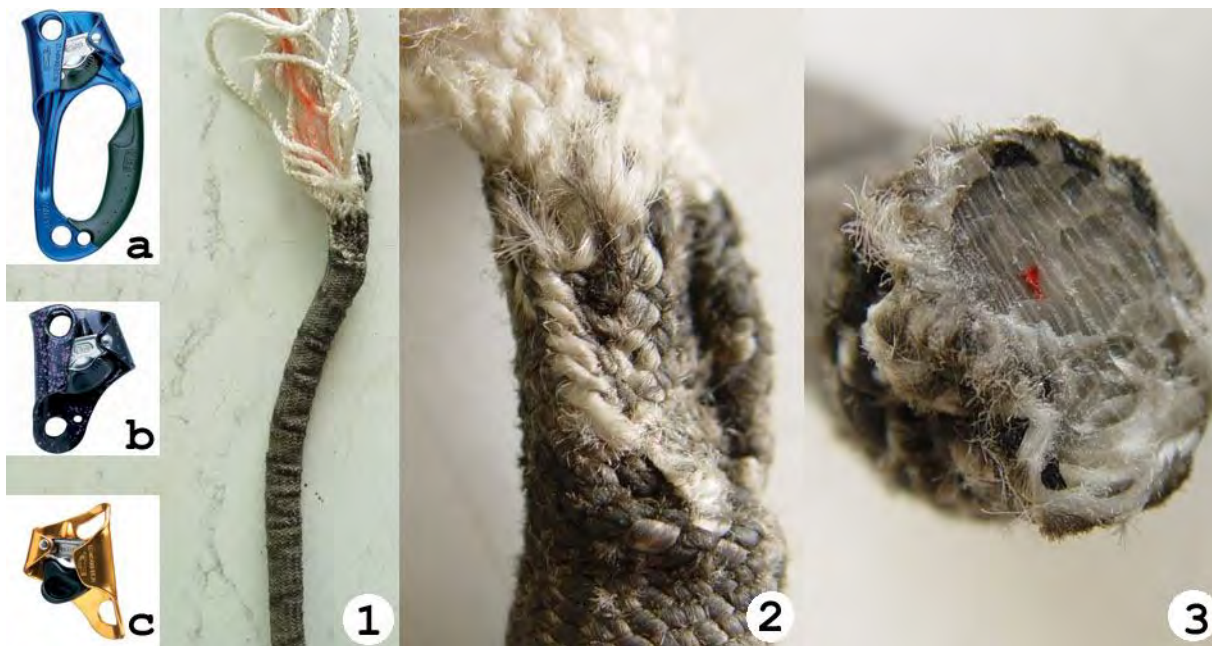

Рис.78. Характер повреждений веревки зажимами фирмы "**Petzl**" типа "**basic**", при остановке падения с фактором 1,0 (фото присланы Владом Еремеевым, Москва)
2) Зажим "**Ascension**" фирмы "**Petzl**" продемонстрировал соответствие с инструкцией изготовителя. Будучи испытан на веревке 11 мм, снял оплетку с веревки на протяжении 0,5 м ($f = 0,5$), а при факторе $f = 1,0$ снял оплетку на расстоянии 0,8 м и в месте остановки сильно сплавил сердцевину (**Рис.78**).